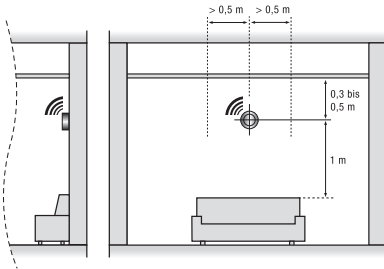

Abbildung 3
3. Nehmen Sie die Abdeckung der Verdrahtung wie in Abbildung 3 gezeigt ab.